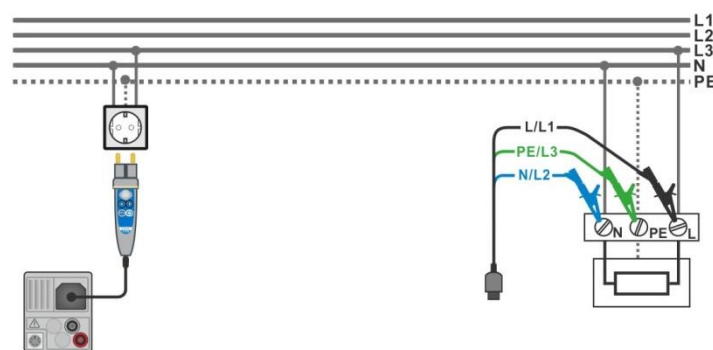

Abbildung 8.10: AUTO TN Messung
- › Schließen Sie die Prüfleitungen oder den Commander Prüfstecker am Prüfling an, siehe **Abbildung 8.10**.